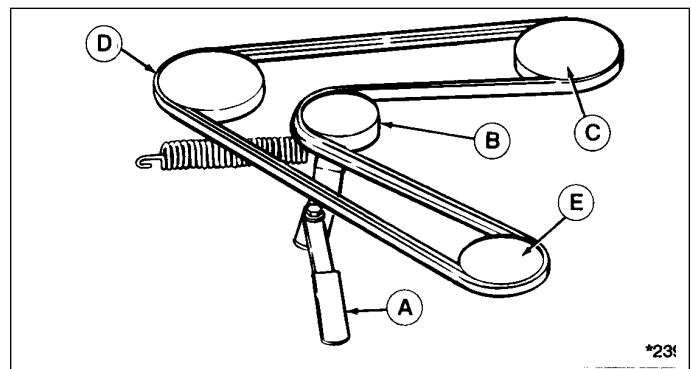

Abb. 33. Riemenführung - 86 cm (34") Mähwerk
4. Den alten Riemen von den Wellenriemenscheiben abmontieren und durch einen neuen Riemen ersetzen. Sicherstellen, dass die v-förmige Seite des Riemens über alle Wellenriemenscheibenrillen verläuft und dass die flache Seite des Riemens direkt an der Ablenkrolle verläuft. Die Riemenführung entnehmen Sie der Abb. 33.